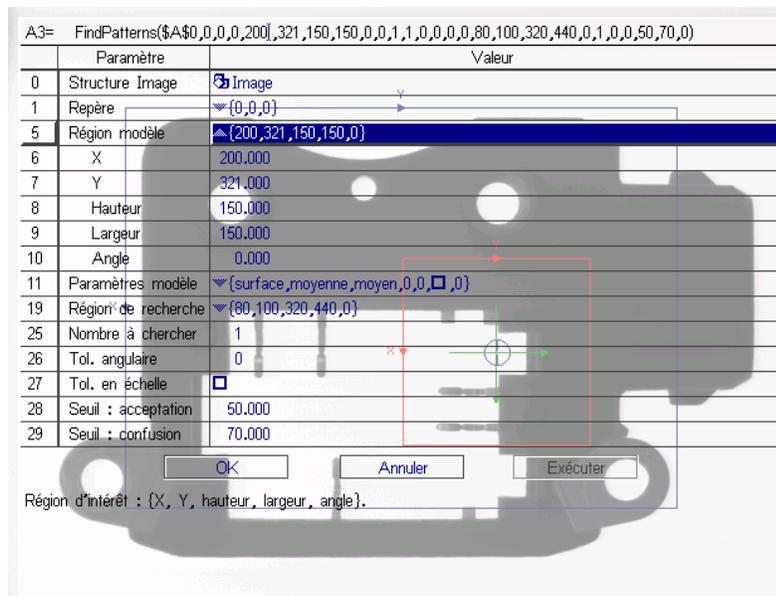

Figure 8-21. Feuille de propriétés FindPatterns
3. Sous **Outils de vision**, sélectionnez **FindPatterns** dans la sous-catégorie **PatFind** pour ouvrir la feuille de propriétés FindPatterns (voir Figure 8-21. Feuille de propriétés FindPatterns).